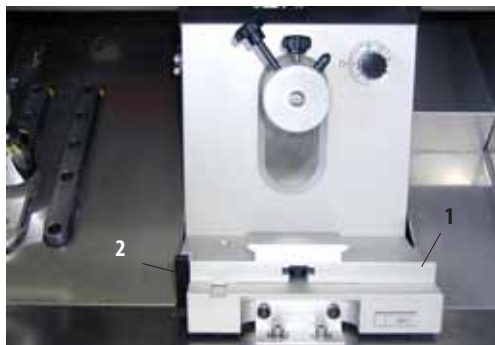

Рис. 1
1. Установите основание держателя ножа (1), как показано на рис. 1.
2. Поверните рычаг (2) по часовой стрелке, чтобы выполнить зажим.